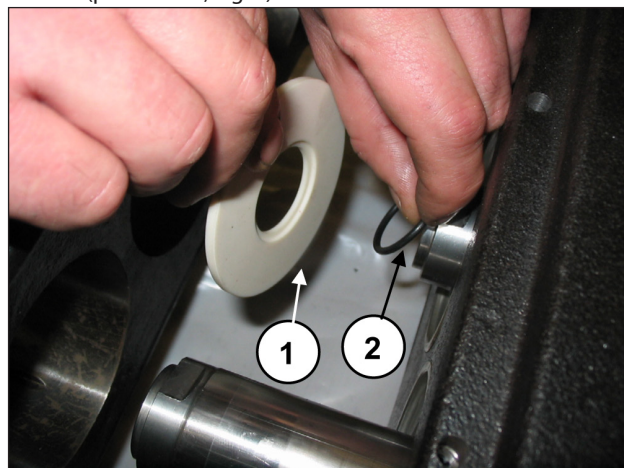

Fig. 2
Remova as três proteções contra respingo completas do anel circular (pos. ① e ②, Fig. 2).